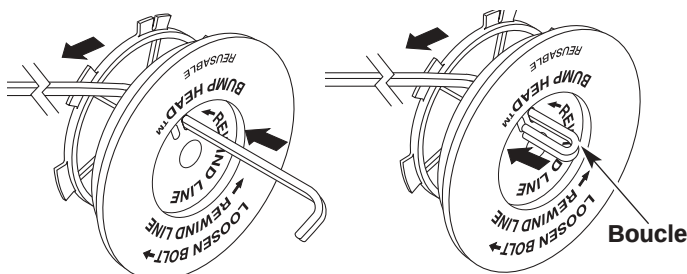

Fig. 37
- Découpez environ 6,1 m (20 pi) de fil neuf. Insérez une extrémité de fil dans l'un des deux trous du moulinet intérieur (Fig. 37). Tirez le fil jusqu'à ne laisser que 10 cm (4 po) environ.
- Insérez l'extrémité du fil dans le trou ouvert du moulinet et tirez sur le fil pour que la boucle soit le plus petit possible (Fig. 37).